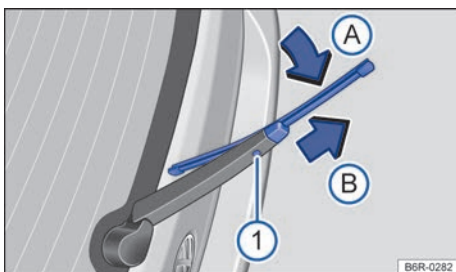

Fig. 273 En la parte trasera del vehículo: cambiar la escobilla limpiacristales de la luneta (Variant).
- Mantenga pulsada la tecla de desbloqueo → fig. 273 ①.
- Doble la escobilla en dirección al brazo del limpiacristales → fig. 273 (flecha A) y tire al mismo tiempo en el sentido de la flecha B. Es probable que tenga que emplear bastante fuerza.
- Inserte una escobilla nueva de la **misma longitud y tipo** en el brazo del limpiacristales en el sentido contrario al de la flecha → fig. 273 B hasta que encastre. Para ello la escobilla debe estar doblada → fig. 273 (flecha A).